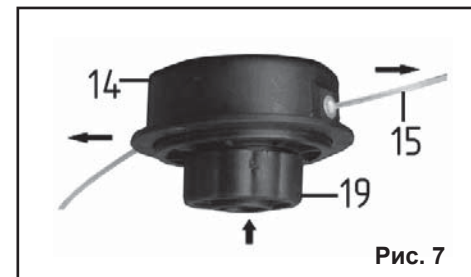

Рис. 7
8.2.7. Во время работы триммерная леска (15) изнашивается (расходуется). Во вре-
мая работы слегка ударьте головкой триммерной катушки (19) по земле (Рис.7). Длина лески увеличится. При необходимости операцию повторите. Излишняя леска будет срезана ножом установленным слева на защитном кожухе (13).